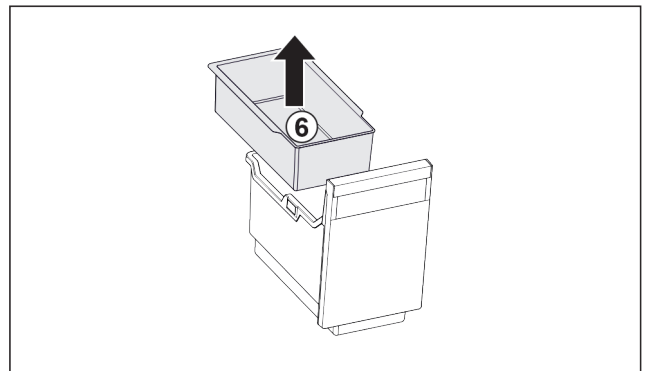

Fig. 81
- ▶ Retirar la bandeja suspendida Fig. 81 (6).